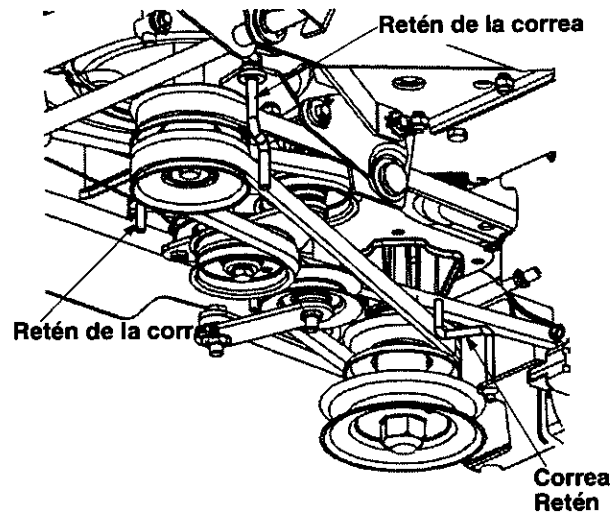

Figura 27
8. Reemplace la correa de propulsión. Cuando vuelva a instalar la correa, asegúrese de que las correas quedan en la parte interior de los tres retenes de las correas. Vea Figura 27.